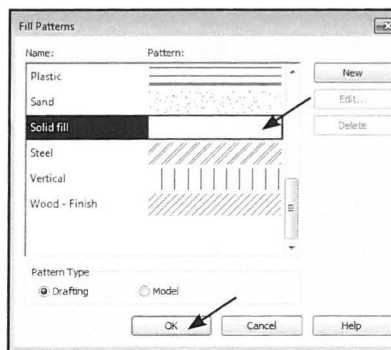

Fig. 15.78. Find *Solid Fill* på listen.
- Vælg *Solid Fill* på listen (Fig. 15.78) og tryk OK.